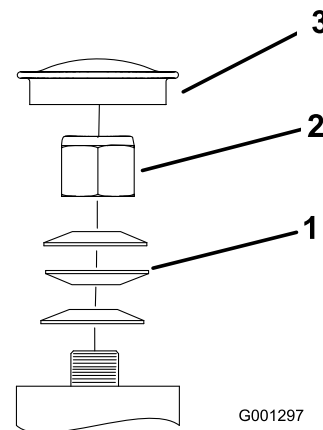

Figure 57
3. Retirez le capuchon antipoussière de la roue pivotante et serrez le contre-écrou (Figure 57).
4. Continuez de le serrer jusqu'à ce que les rondelles élastiques soient aplaties, puis desserrez-le de 1/4 de tour pour obtenir la précharge correcte des roulements (Figure 57).
Important: Veillez à placer les rondelles comme illustré (Figure 57).
5. Remettez le capuchon antipoussière en place (Figure 57).